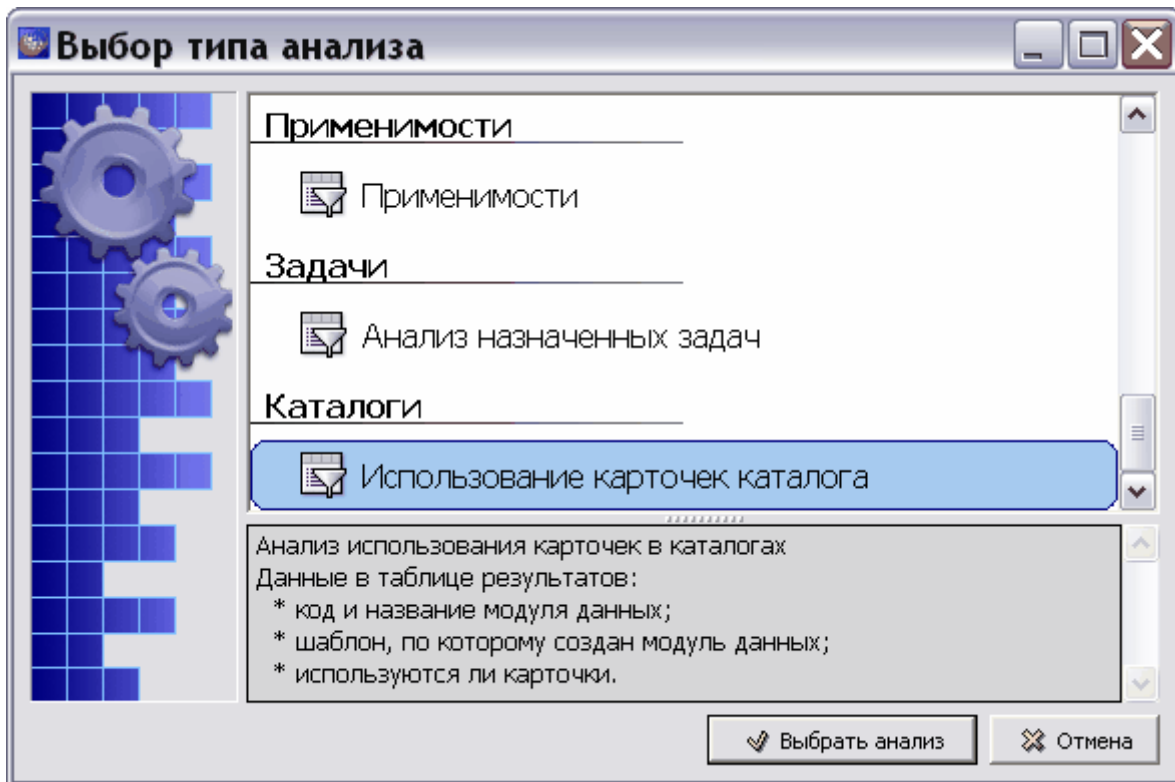

Рис. 8.219
1. В окне **Выбор типа анализа** выберите тип анализа «Использование карточек каталога» (Рис. 8.219).